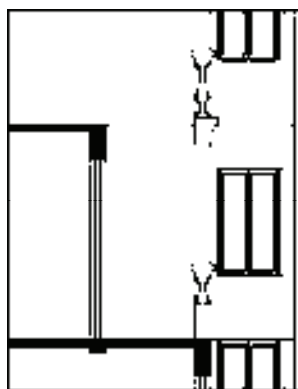

图 13-225 插入“栏杆”图块
6) 插入图块。按〈Ctrl+O〉组合键，打开配套光盘提供的“第 13 章/图块图例.dwg”文件，将其中的“栏杆”图块复制粘贴至剖面图中，结果如图 13-225 所示。